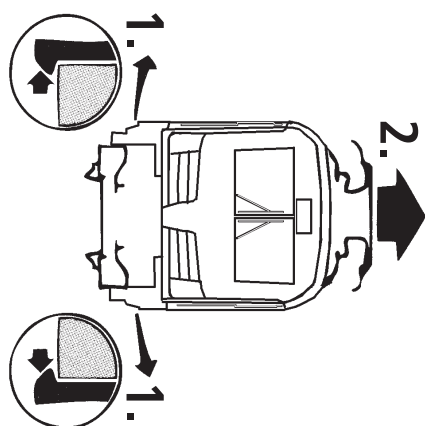
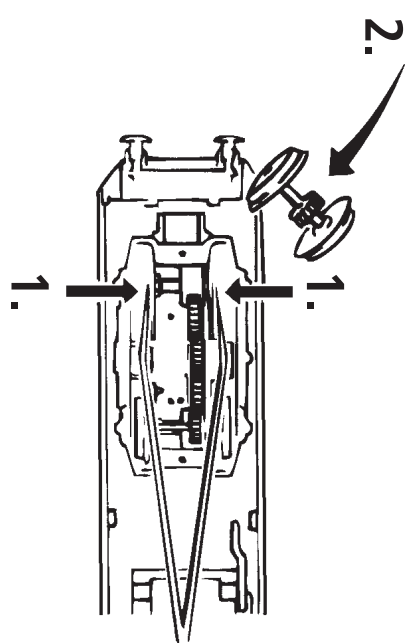

Fig. 6
Fig. 5
1. Reinigung der Radstromkontakte: Radstromkontakte können auf unsauberen Schienen leicht verschmutzen. Entfernen Sie **vorsichtig** mit einem kleinen Pinsel **den Schmutz** an den in Fig. 6 gekennzeichneten Stellen. Dazu zuerst den Getriebedeckel abnehmen (Fig. 5).
3. Haftreifenwechsel: Zuerst den Getriebedeckel abnehmen (Fig. 5). Danach den **Radsatz** herausnehmen und die **Haftreifen** mit einer Nadel od. mit einem feinen Schraubendreher abziehen (Fig. 6+7). Beim Aufziehen der neuen Haftreifen darauf achten, dass diese sich nicht verdrehen.
1. Cleaning of wheel contacts: Wheel contacts easily get dirty on tracks which are not entirely clean. Use a small brush to **remove dirt** from spots marked in fig. 6. Prior to cleaning the contacts dismantle the bogie (fig. 5).
3. Change of traction tyre: Remove the gear cover (fig. 5). Take out **wheel set** and remove **traction tyre** using a pin or a fine screwdriver (fig. 6+7). When pressing on the new traction tyre please **avoid twisting it**.
Les lames de contacts risquent de s'encrasser rapidement sur des voies poussiéreuses. Veuillez **enlever la poussière** aux endroits marqués à la fig. 6 à l'aide d'un petit pinceau souple. A ces fins démontez d'abord le bogie (fig. 5).
Dé-montez d'abord le **couvercle du carter** des engrenages (fig. 5). Délogez ensuite les essieux bandagés et enlevez, à l'aide d'une aiguille ou d'un tourne-vis fin, les bandages d'adhérence (fig. 6+7). Lors du montage des nouveaux bandages veuillez veiller à ce que les bandages **ne soient pas tor-dus**.